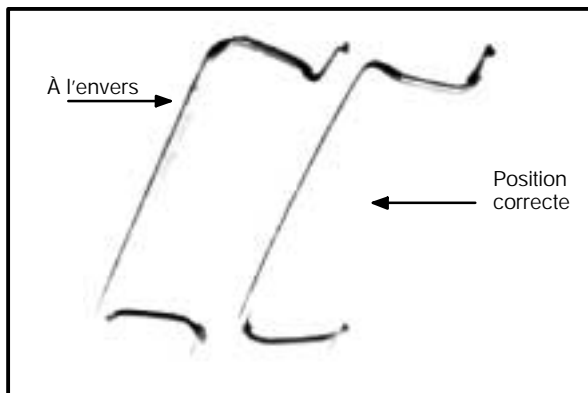
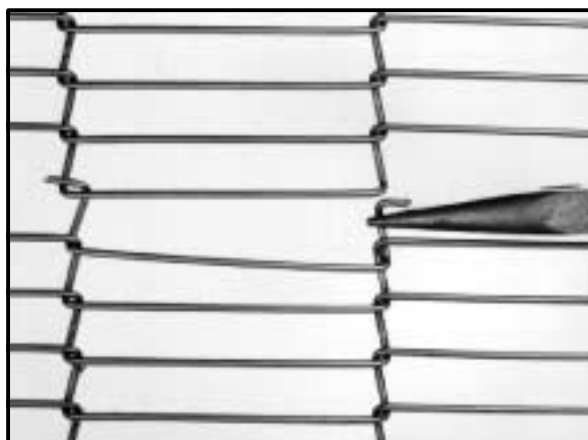

Figure 39
Figure 40
4. Installez les liaisons principales internes. Reportez-vous aux Figure 39 et Figure 40.